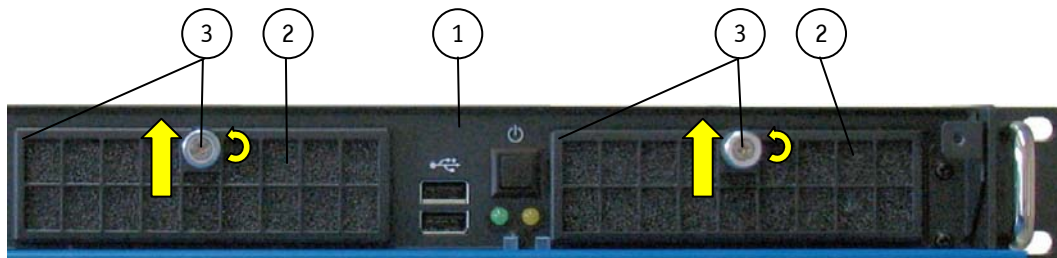

Abb. 23: Frontseite Detail - Platzierung der Filtermatten
#### Legende für Abb. 23, Abb. 24 und Abb. 26:
2. Lösen Sie die Rändelschraube (Abb. 23, Pos. 3), welche den Filtermattenhalter an das Gehäuse befestigt.
3. Ziehen Sie den Filtermattenhalter (Abb. 23, Pos. 3) in die Pfeilrichtung und heben Sie ihn ab.
4. Entnehmen Sie die verschmutzte Filtermatte (Abb. 23, Pos. 2 oder Abb. 25).